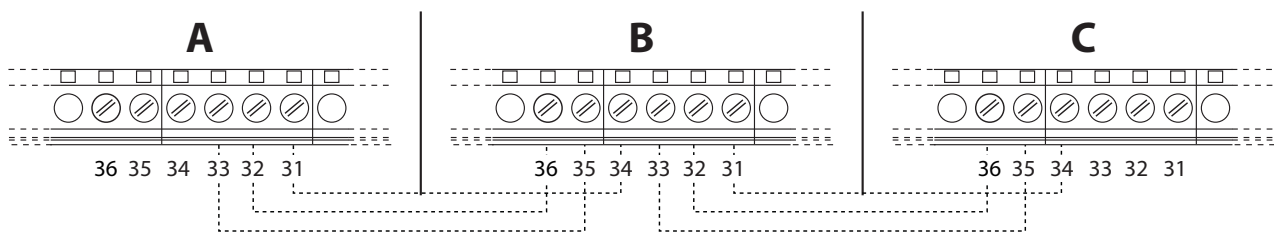

fig. 56- Conexión en cascada
1. Conecte los módulos como se ilustra en fig. 56 (**ejemplo con 3 módulos**)
Si no es así, desconecte la alimentación eléctrica y controle las conexiones en fig. 56.